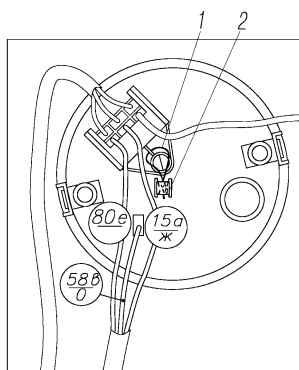
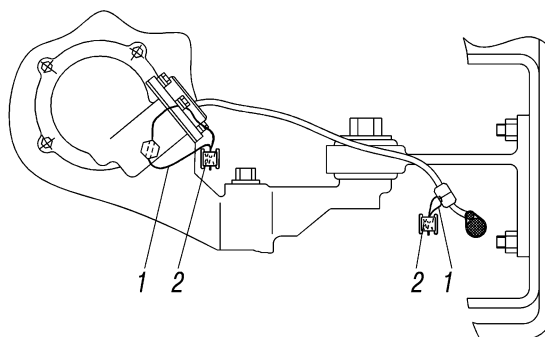
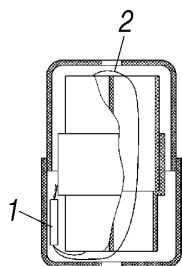

Рис. 1. Пломбировка спидометра:
Рис. 2. Пломбировка датчика спидометра:
Рис. 3. Пломбировка соединительной колодки питания спидометра:
48. Снятие пломб 1 (рис. 1) со спидометра, датчика спидометра (рис. 2) и колодки датчика (рис. 3) в гарантийный период эксплуатации без разрешения завода-изготовителя, лишает потребителя права на предъявление претензий.»